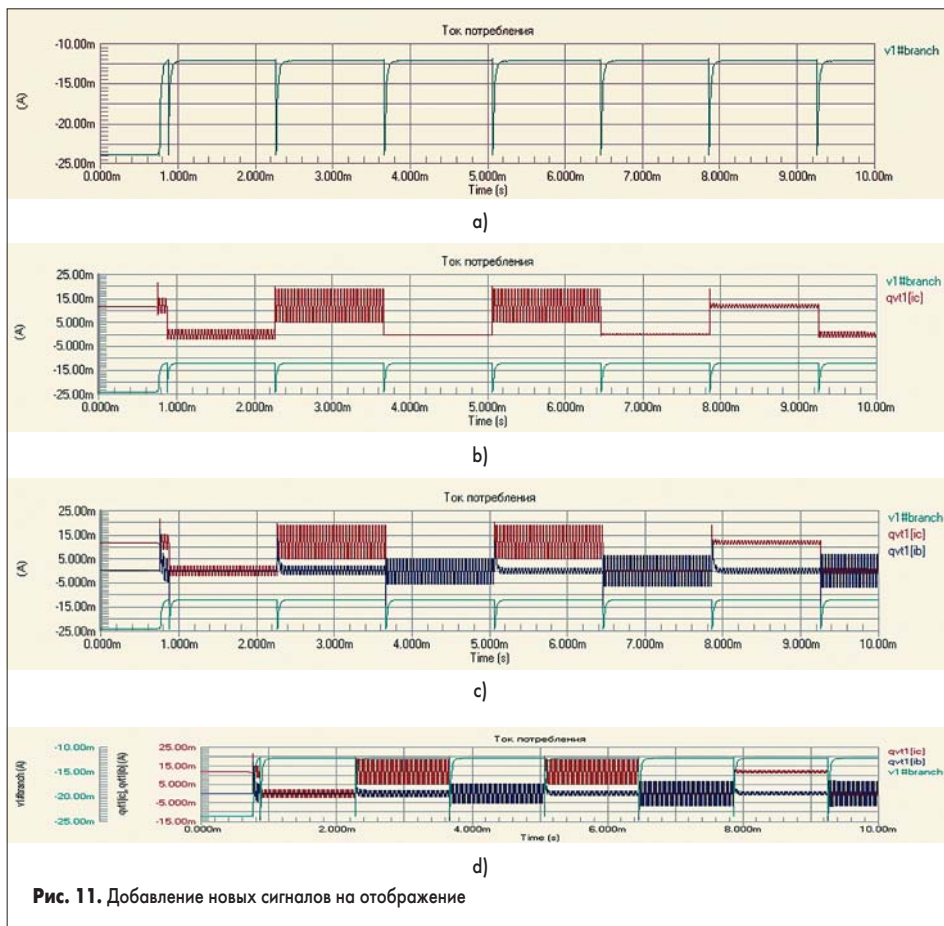

Рис. 11. Добавление новых сигналов на отображение
- Последнее, четвертое окно мастера сообщит нам, что процесс создания диаграммы окончен. Нажмем кнопку Finish. На странице отображения результатов появится пятая диаграмма (рис. 11, a). Отметим, что пока на экране будут показаны только четыре графика. Чтобы посмотреть пятый график, необходимо воспользоваться вертикальной линейкой прокрутки или роликом мыши, если таковой имеется.
9. С помощью мыши в списке Wave Name на панели Sim Data выделим сигнал qv1[ic] и нажмем кнопку Add Wave to Plot. На нашу диаграмму добавится второй сигнал (рис. 11, b).
11. Укажем сигнал qvt1[ib]. На диаграмму добавится третий сигнал (рис. 11, c).
13. Включим имеющуюся здесь опцию Add to new Y axis и нажмем кнопку Create. Вид диаграммы изменится (рис. 11, d). Слева от диаграммы появится новая ось Y с именем соответствующего сигнала и размерности. Масштаб отображения будет подобран автоматически.